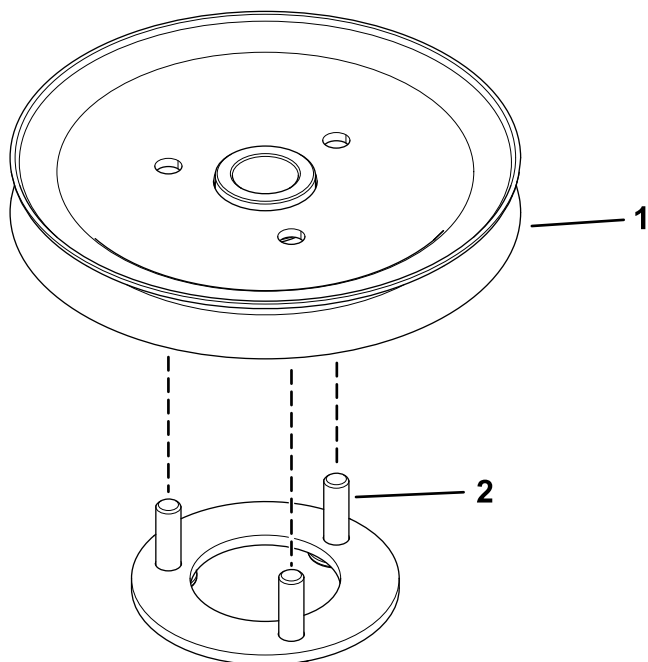

Figur 6
2. Fjern den øverste møtrik, spændeskive og skive fra spindlen (Figur 6).